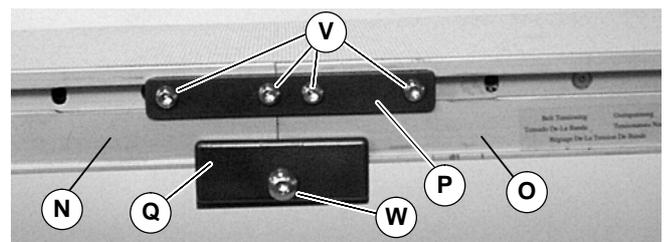

Abbildung 7
6. Die Schrauben der Verbindungstreifen (V) und Installationsträgerschrauben (W) zu beiden Seiten des Förderers lösen.
7. Die Förderbandsegmente zusammenfügen (N und O in Abbildung 7). Installationsträger (P und Q) quer über die Fördererabschnitte positionieren.